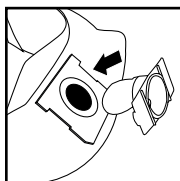

FIGURE 33
47. Alors que l'ouverture du déflecteur d'admission est orientée vers le côté gauche ou droit du sac filtre, faites glisser le collier du sac filtre sur le déflecteur en alignant les encoches du collier du sac avec les languettes du déflecteur d'admission; le sac ne s'engage correctement que dans un seul sens. **FIGURE 33.**